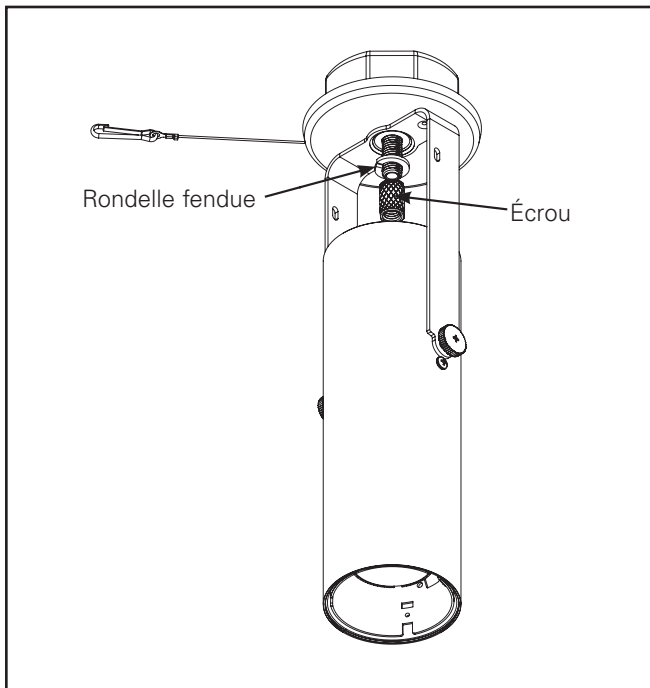

Figure 4
- La monture doit être connectée au cylindre au moment de la réception. Une fois le raccordement des fils effectué, faites glisser la monture et la lyre au ras du plafond, et fixez-les avec l'écrou et la rondelle fendue fournis. (Figure 4) Il est recommandé de serrer d'abord à la main, puis d'ajuster selon l'orientation souhaitée, puis d'utiliser une pince pour serrer complètement.